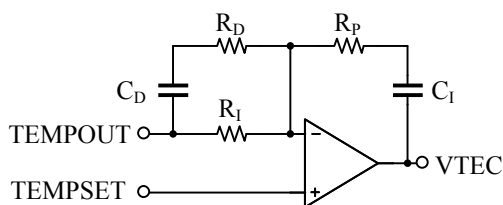

图 8. 补偿网络
4. 谐波补偿网络。此步骤的目的是使控制器的补偿网络符合热负载的特性，从而在最大程度上消除响应时间和温度循迹误差。调整电位计 W1，以改变选点温度 TEMPSET，使之形成一个阶梯函数。与此同时，在 VTEC 测试节点上（位于板左侧）连一个示波器，将它设为滚动模式(0.2 秒/组或更慢)并监测 VTEC 的波形，波行为阶梯函数。补偿网络的电路图如图 8 所示。